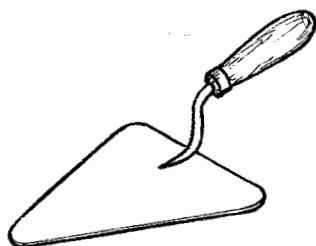

Рис. 16. Штукатурная кельма.
**Штукатурная кельма** (рис. 16) применяется при отмеривании материалов, для перемешивания и набрасывания раствора на поверхности.